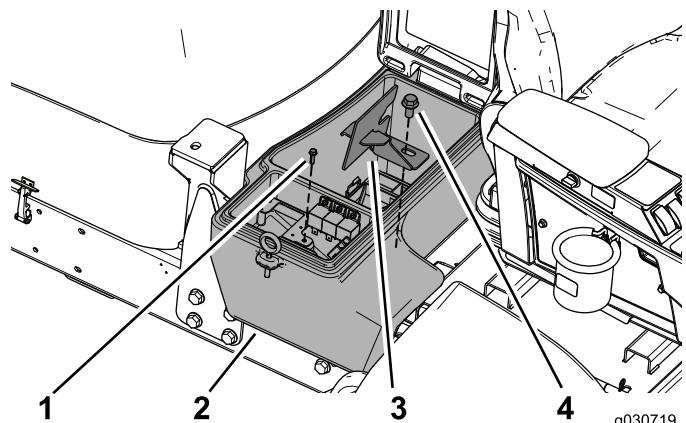

Figura 22
5. Utilize o parafuso para prender a placa da cablagem e o parafuso (1/2 x 1 pol.) para prender a braçadeira do compartimento da bateria e o compartimento da bateria à máquina (Figura 22).